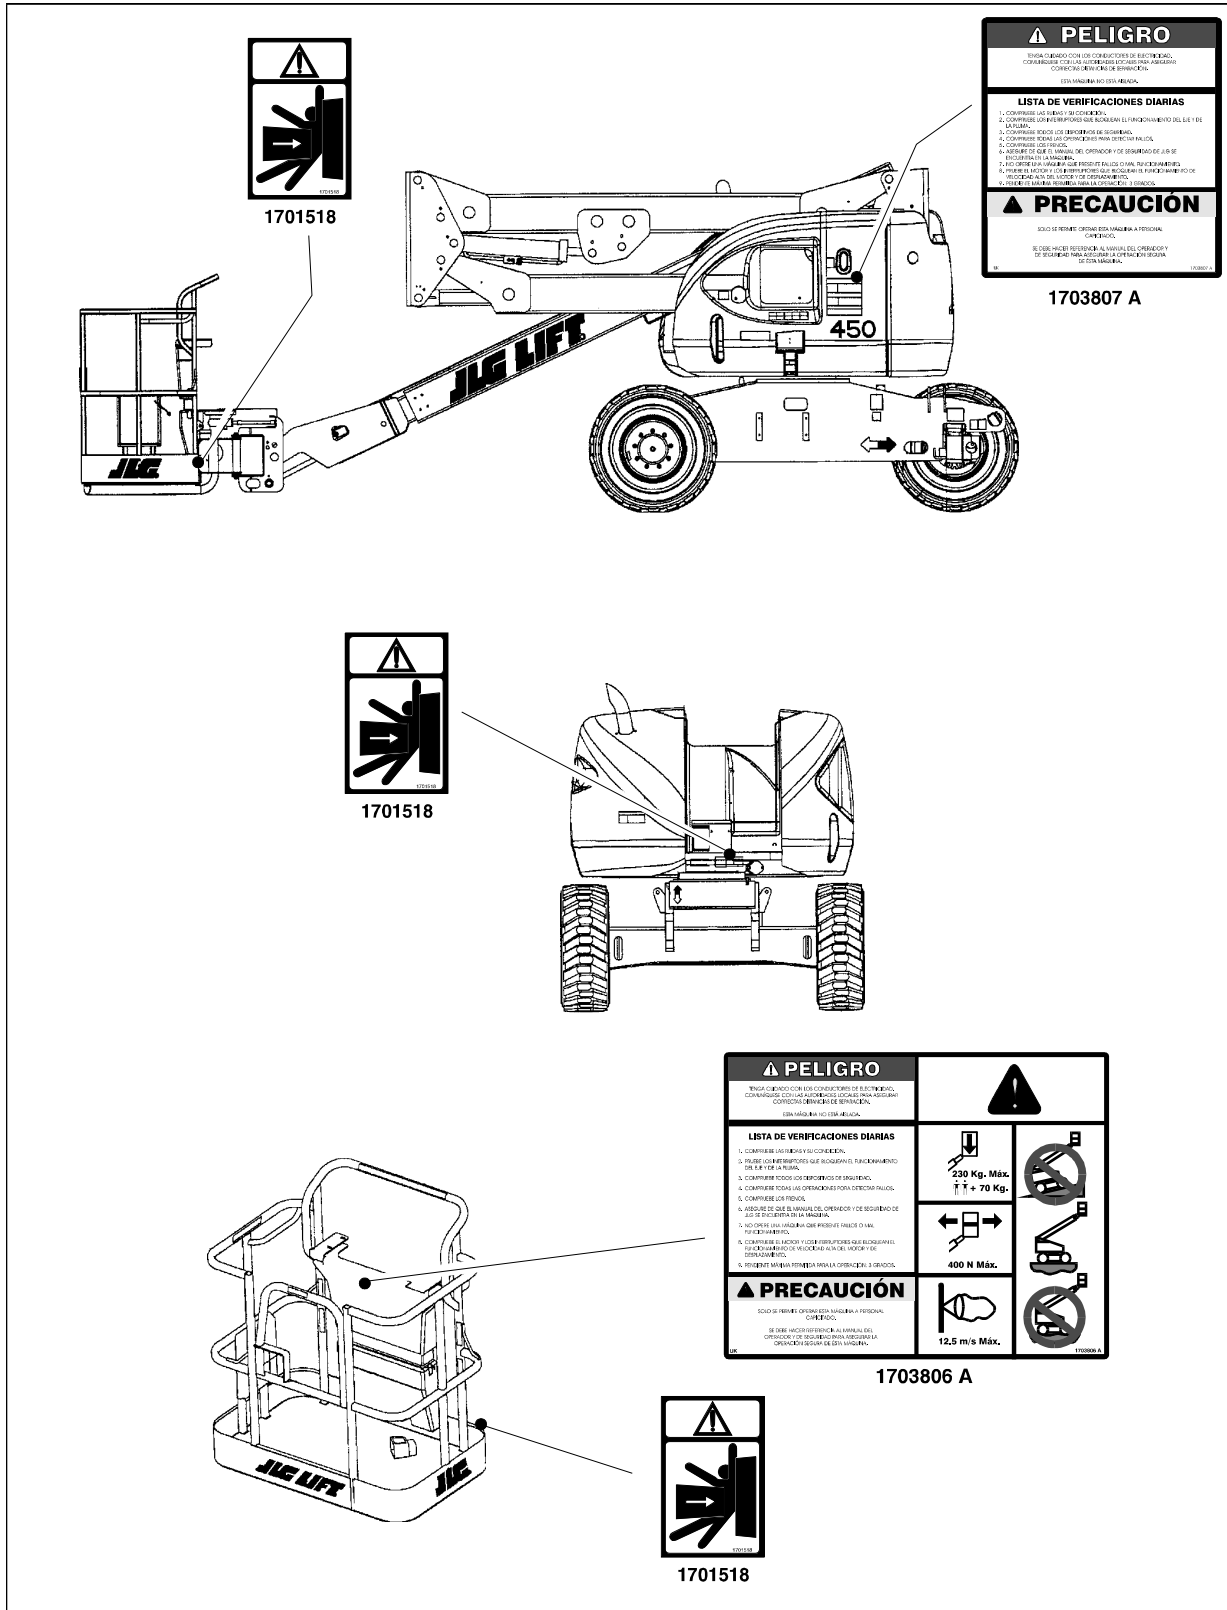

Figura 3-7. Ubicación de las calcomanías de Peligro y Advertencia
**NOTA:** *Los letreros y calcomanías se pueden pedir usando los números de artículo que se encuentran en cada uno (Ver Figura 3-7, ubicación de las calcomanías de Peligro y Advertencia).*